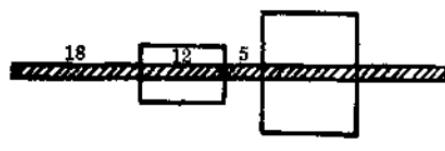

图 8
3. 整流器: 截一段长 12 毫米的圆形铅笔(直径约 8 毫米左右), 将中间的铅芯去掉, 作为木芯, 在内壁上涂些快干胶水或快干漆, 然后按图 8 位置装在电枢轴上。